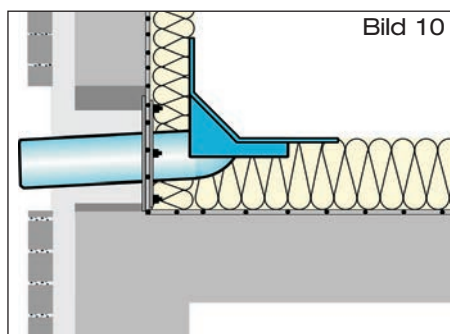

Bild 10
- 2.2 Die Ablaufrohre des Dachablaufs entsprechend der baulichen Gegebenheiten ablängen. Dichtelemente innen und Ablaufrohre des Attikaablaufs außen hinreichend mit LORO-X Gleitmittel versehen. Ablaufrohre des Dachablaufs in den Schiebeflansch bis in seine Einbauposition einführen (Bild 10). Entstandene Hohlräume in der Wärmedämmung schließen. Ablaufrohre im Wandbereich mit ausreichender Wärmedämmung versehen und Dachablauf fixieren.